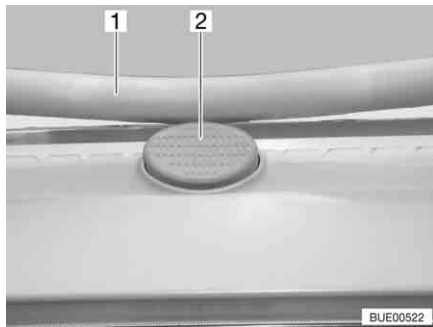

Fig. 125 Bouton de sûreté sur le lanterneau Heki
- Appuyer sur le bouton de sécurité (Fig. 125,2) et tirer l'étrier (Fig. 125,1) vers le bas avec les deux mains.
- Pousser l'étrier vers le haut avec les deux mains jusqu'à ce que ce dernier se trouve au-dessus du bouton de sûreté (Fig. 125,2).